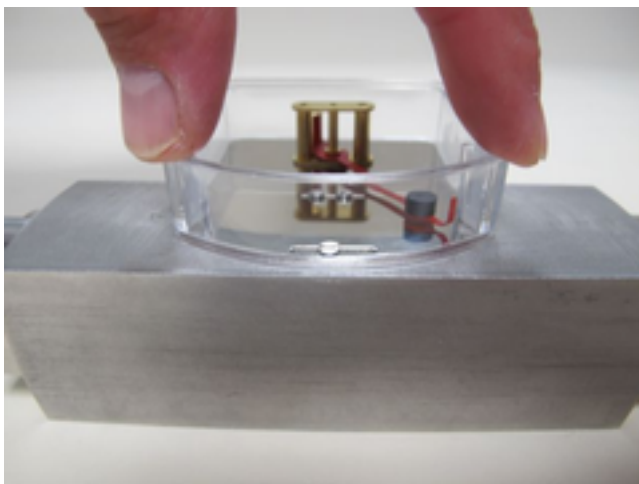

Abb. 74:
- 16.** ▶ Kunststoffgehäuse auf die Anzeige-Bodenplatte aufsetzen und andrücken bis dieses einrastet (Abb. 74)